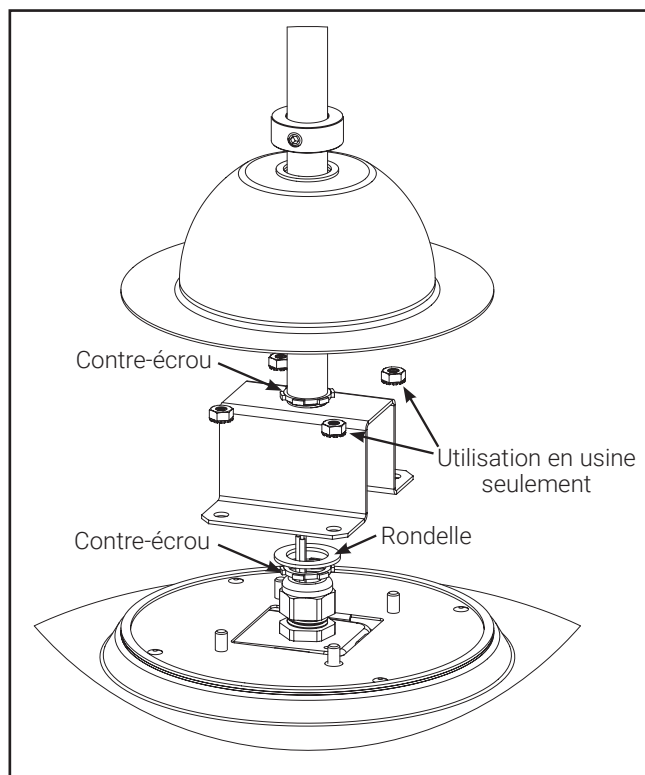

Figure 8
3. Vissez (1) contre-écrou sur l'extrémité taraudée de la tige jusqu'à la fin du filetage (**FIG. 8**).
5. Glissez (1) rondelle et (1) contre-écrou sur l'autre extrémité de la tige et serrez un minimum de 3 tours complets.